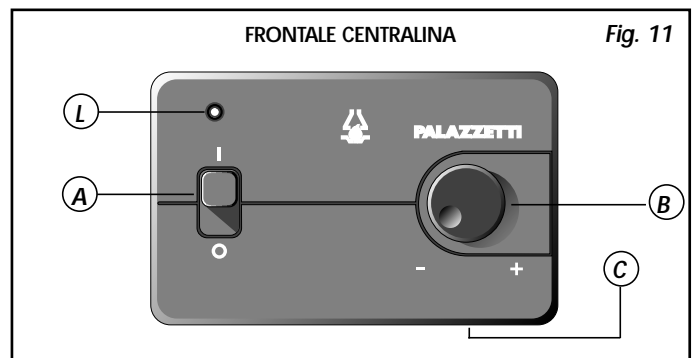

Fig. 11
Svitare la vite (C - Fig. 11) del coperchio e staccarlo, eseguire due fori in corrispondenza delle asole (D) della scatola e fissarla con viti e tasselli. La centralina può essere fissata sopra una scatola ad incasso utilizzando l'apposito distanziatore in dotazione. Eseguire i collegamenti elettrici come descritto nel punto precedente e richiudere la scatola.
## AVVIAMENTO (Fig. 11)
## REGOLAZIONE DELLA VELOCITA' (Fig. 11)